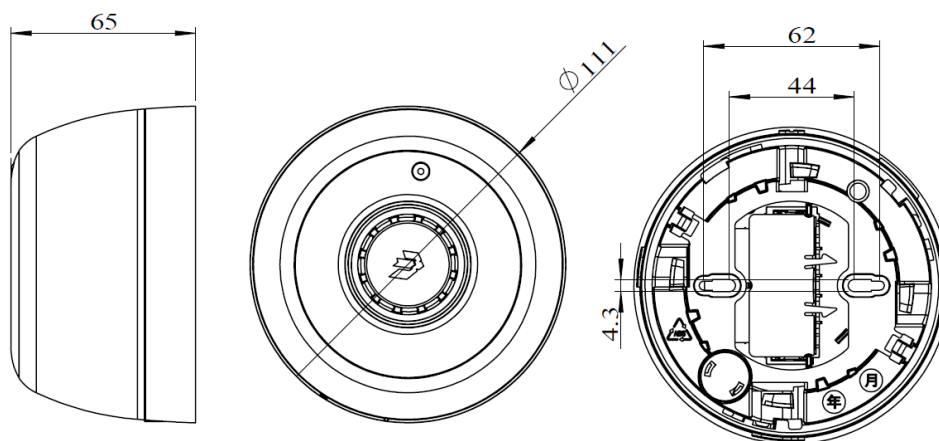

图 1 外形及安装尺寸图（单位 mm）
- 布线施工后，将火灾声光报警器底座固定在墙上（使用 M4 螺钉），安装孔距为 44mm~62mm，外形及安装尺寸如图 1 所示。